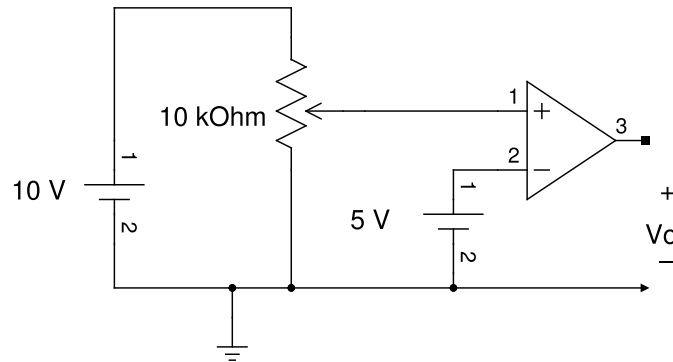

Figura 4.3
1. Monte o circuito da figura 4.3, alimentando o AMP-OP com $V_{cc+} = 10V$ e $V_{cc-} = -10V$;
4.8. Considerando os dados dos procedimentos de 4.2.3, plote um gráfico de $V_0 \times V_+$. Analise os resultados desse experimento e explique o comportamento desta curva. Explique o funcionamento do circuito montado na figura 4.3.